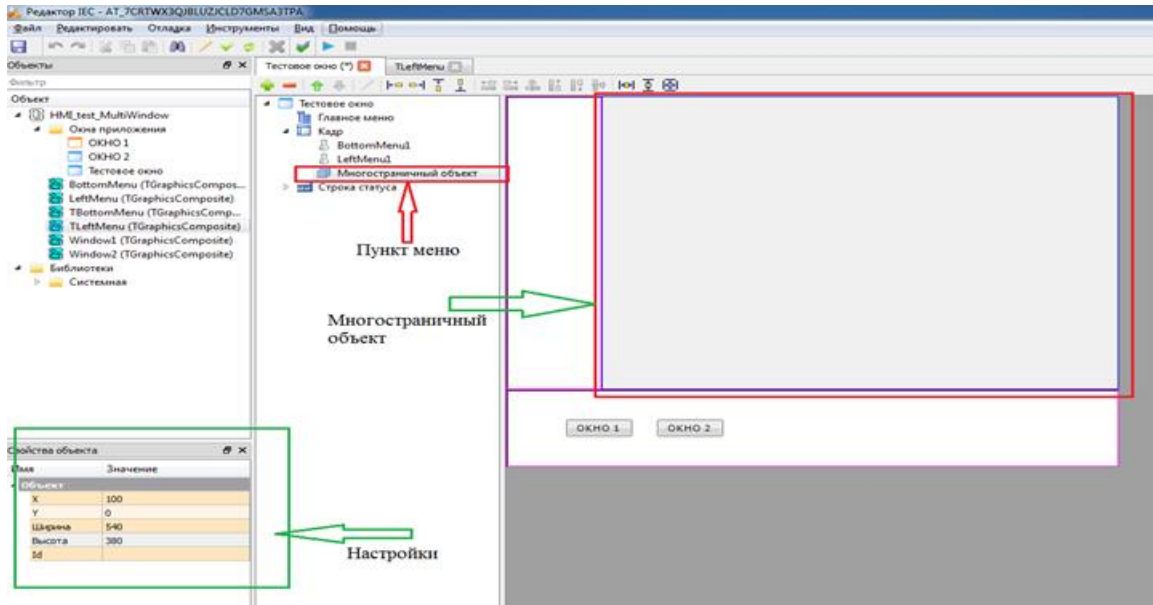

Рисунок 3.464 - Настройки свойств многостраничного объекта
13. Будет добавлено следующее меню (см. рис. 3.464).
Разместим наш объект в свободной центральной области (см. настройки на рис. 3.464)